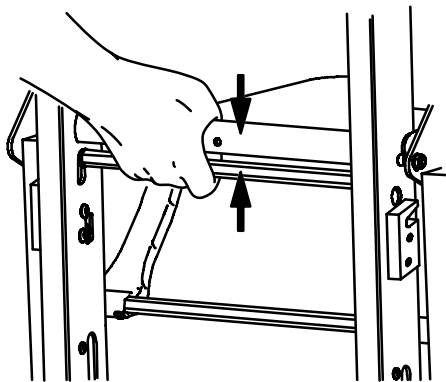

Figur 6 – Fotändens lyfthandtag
2. Fotändens bärare: Tryck på de röda frigöringsknapparna för att dra ut fotändans lyfthandtag och dra ut handtagen tills det tar stopp (Figur 6). Släpp knapparna för att låsa fast handtaget.